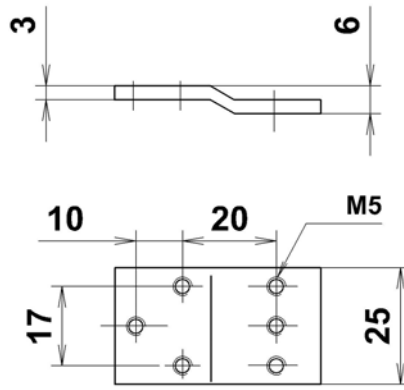
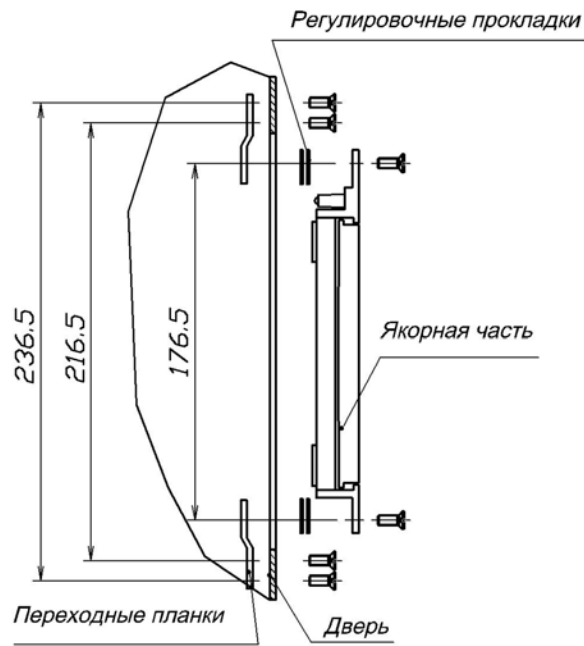

Рис. 6
Рис. 7
- 5.6 Для монтажа ЗАМКА в металлические двери используются переходные планки (рис. 6) Монтажный комплект с планками и винтами поставляется отдельно. Пример монтажа якорной части в металлическую дверь показан на рис. 7. Крепление осуществляется винтами М5х12 из комплекта монтажа.